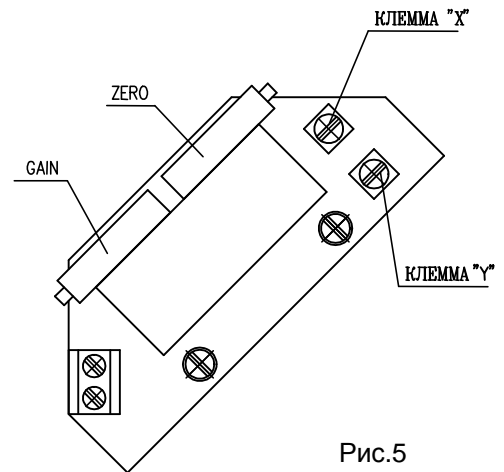

Рис.5
4.6.1 EPV - 2-проводниковое включение (рис.5,5а)
- Установте омический датчик на основании инструкций в предыдущей главе так, что омическую величину.измеряйте на клеммах X-Y или R-R (рис.5,5а) (употреблен датчик с омической величиной 100Ω).
- Поворачиванием устанавливающего триммера GAIN или В (рис.5) установте величину выходного сигнала тока, измеряемого на клеммах 81-82, на величину 20 мА.
Рис. 5а